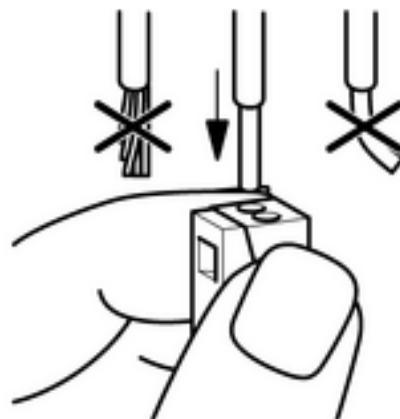

Figura 7: Conexión del conductor monofilar
- Insertar hasta el tope el conductor monofilar en una abertura redonda en el lado de instalación (figura 7).